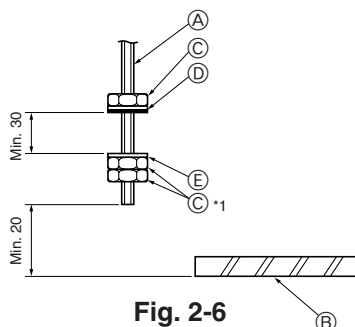

Fig. 2-6
- (D) Pannello del soffitto
- (E) Travicello
- (F) Trave
- (G) Trave del tetto
- (H) Utilizzare inserti in grado di sostenere un peso compreso fra 100 e 150 kg (di fornitura locale).
- (I) Bulloni di sospensione M10 (3/8"). (Di fornitura locale.)
- (J) Tondi d'acciaio per cemento armato
- (K) C condotto
- (L) Staffa di sospensione del condotto
- (M) Bullone di sospensione M10
2.4. Procedure per sospendere l'unità (Fig. 2-6)